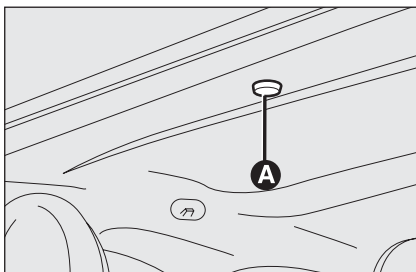

fig. 45
- ☐ retirar a tampa de protecção **A-fig. 45** no revestimento interno, depois da cortina de protecção contra o sol;